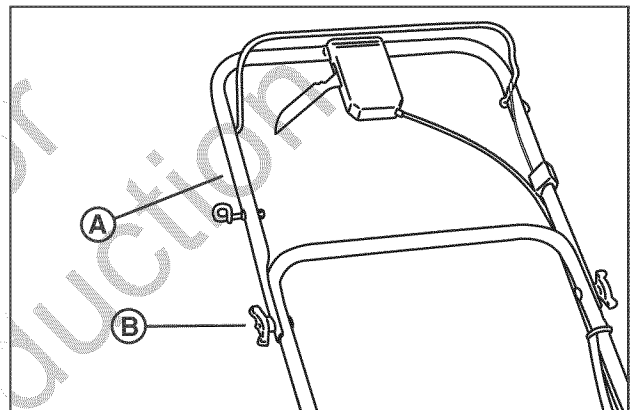

Figura 2: extensión de la manija superior
4. Levante la manija inferior, alineándola con uno de los tres juegos de agujeros de los soportes de manija (C). Vuelva a instalar los pernos, arandelas y tuercas de alas.
5. Coloque la manija superior (A, Figura 2) en la posición operativa (hacia arriba). Apriete las tuercas mariposa (B).